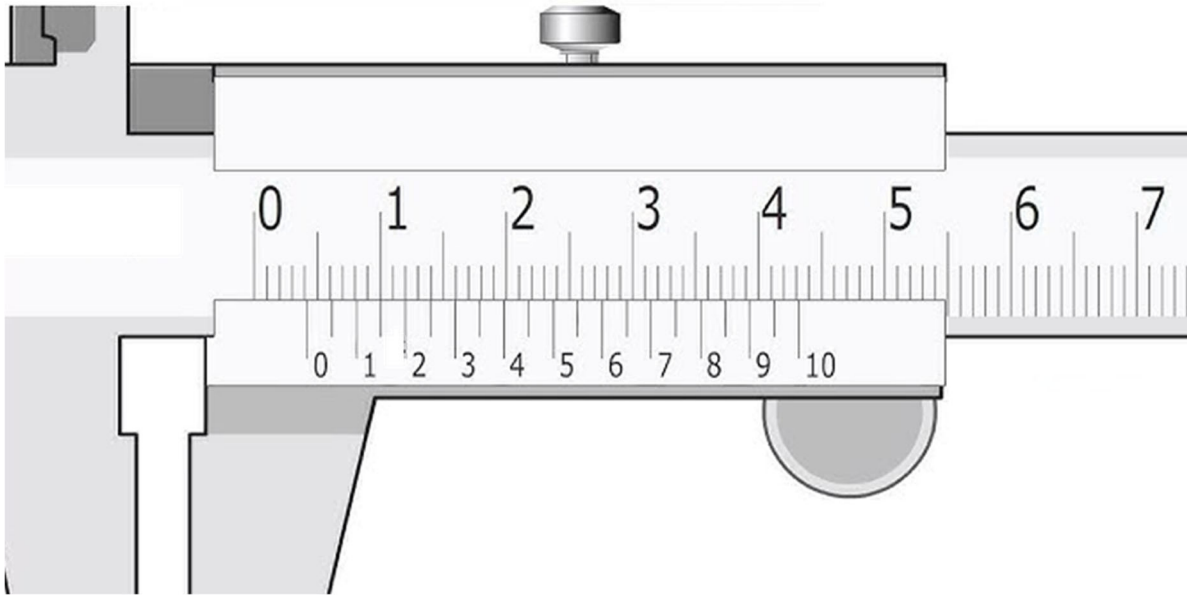

Fig. 2.imatge del peu de rei
7. Quina mesura s'aprecia en la següent imatge, Fig 2, d'un Peu de Rei?
8. De la imatge anterior, Fig 2, del Peu de Rei, pots indicar quin és l'apreciació de l'instrument de mesura?